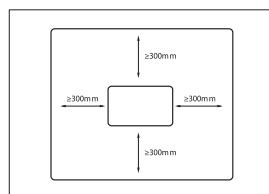

Рис.3
- При выборе места установки конвектора на стене, руководствуйтесь рекомендуемыми расстояниями от конвектора до предметов (рис. 3), электрическая розетка должна находиться в пределах 1,5 м от конвектора.